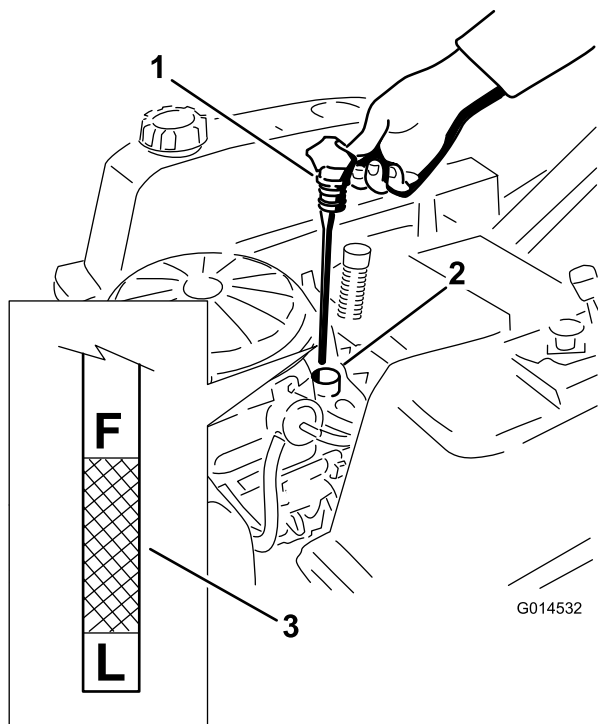
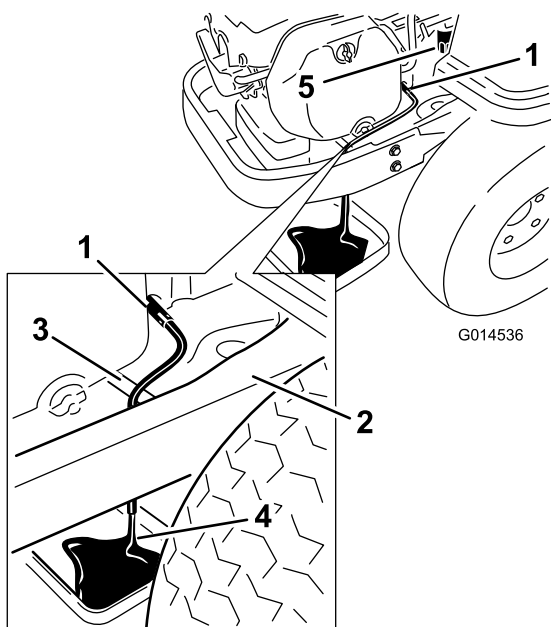

Figure 28
Figure 30
4. Enlevez le bouchon de remplissage/la jauge de niveau d'huile et essuyez-la sur un chiffon. Remettez la jauge en place en l'enfonçant au maximum (Figure 28).
5. Sortez de nouveau la jauge et vérifiez le niveau d'huile. (Figure 28).
- Placez un bac de vidange sous la machine, juste sous le flexible de vidange, comme illustré à la Figure 30.
- Tournez le robinet de vidange d'huile de 1/4 de tour dans le sens antihoraire pour l'ouvrir et permettre à l'huile de s'écouler (Figure 30). Enlevez le bouchon de remplissage/la jauge (Figure 28).
- Enlevez le filtre usagé et essuyez le socle de montage (Figure 30).
- Fermez le robinet quand la vidange d'huile est terminée. Enlevez le flexible de vidange et essuyez les coulées d'huile sur le châssis (Figure 30).
- Versez avec précaution environ 80% de la quantité d'huile spécifiée dans le goulot de remplissage (Figure 28)
- Remettez fermement en place le bouchon de remplissage/la jauge d'huile (Figure 28).
- Vérifiez le niveau d'huile (Figure 28) (voir Contrôle du niveau d'huile).